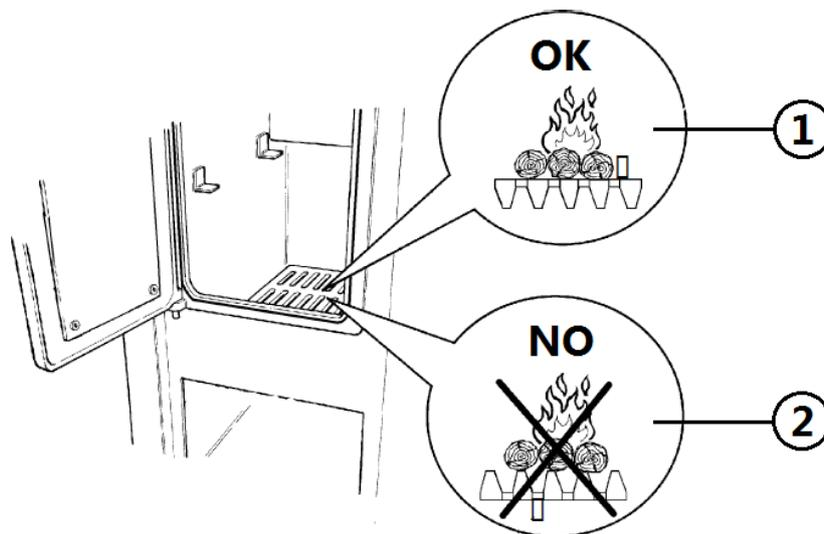

Fig. 29 - Côté braises
- Lors du positionnement, la grille doit absolument respecter le CÔTÉ BRAISES (voir **Fig. 29 à page 64**).
LÉGENDE Fig. 29 à page 64